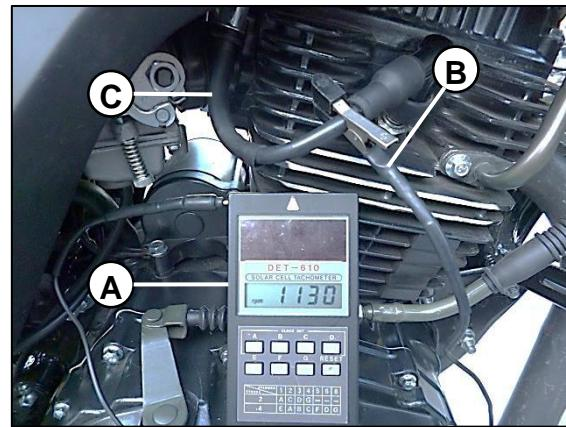

Fig.09
Mida las revoluciones por minuto por medio de un tacómetro digital (A), conecte la pinza de salida (B) del tacómetro al cable de alta (C) de la motocicleta, (Asegúrese que el motor este a temperatura de trabajo). **Fig.09**